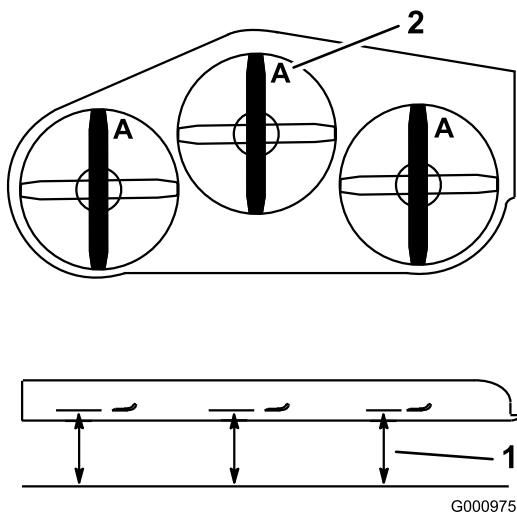

Рисунок 91
4. Измерьте высоту в точке **A** и от горизонтальной поверхности до режущей кромки на конце ножа (Рисунок 91).